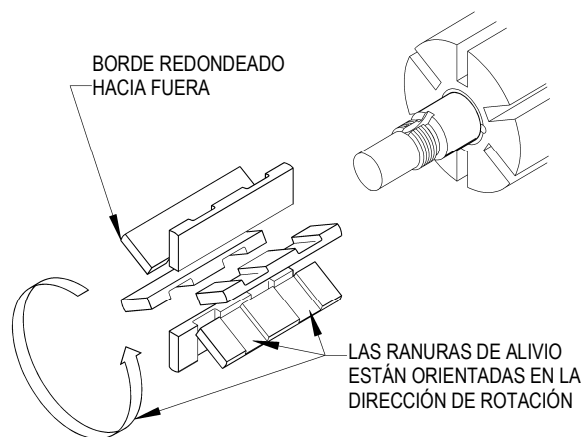
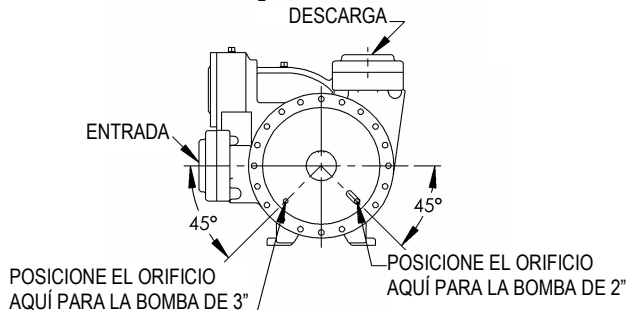

Figura 8 – Instalación de las paletas
Figura 9 - Ubicación de los orificios de alivio del disco
3. Gire el eje a mano hasta que una paleta (14) llegue a la posición superior (de las 12 horas) del rotor. Desmonte la paleta.
4. Instale una nueva paleta (14), asegurándose de que el borde redondeado quede HACIA ARRIBA, y que las ranuras de alivio queden orientadas hacia la dirección de rotación. Consulte la figura 8.
1. En modelos de bomba de 2 pulgadas, aplique grasa a la ranura de la llave del revestimiento en la carcasa de la bomba para sujetar la llave (74) en posición durante la instalación del revestimiento. Inserte la llave en la ranura antes de comenzar a colocar el revestimiento (41) en la carcasa de la bomba (12). En modelos de bomba de 3 pulgadas, instale la llave del revestimiento (74) en la ranura de la parte superior del revestimiento (41).
2. Alinee la llave del revestimiento (74) con la chaveta de la carcasa de la bomba y comience a insertar el revestimiento (41) en la carcasa (12) con las ranuras en el revestimiento hacia el puerto de ENTRADA y el patrón de orificios en el revestimiento hacia el puerto de DESCARGA. Golpee uniformemente el borde externo del revestimiento con un mazo de caucho para insertarlo completamente en la carcasa. NOTA: Si el revestimiento está instalado al revés, restringirá las aberturas de los puertos y producirá cavitación, ruido y pérdida de capacidad.
3. Coloque el disco (71) contra el revestimiento (41) con la cavidad del sello hacia fuera y el orificio de alivio del disco situado tal como se muestra en la figura 9.
4. Sin instalar la junta tórica del cabezal ni los componentes del sello mecánico, conecte temporalmente el cabezal externo (20) y el cojinete (24) a la carcasa (12). Instale y apriete manualmente dos tornillos prisioneros (21), separados 180 grados entre sí. Este cabezal se utilizará para sujetar y alinear el rotor y el eje (13) mientras al lado interno de la bomba está montado.
5. Retire las paletas (14) y las varillas de empuje (77) del conjunto de rotor y eje (13). Inspeccione en busca de desgaste y daños, y reemplace según se indica a continuación:
- a. Instale parcialmente el extremo no conducido del rotor y eje (13) en el lado abierto de la carcasa de la bomba (12). En ejes de extremo simple, verifique la dirección de la rotación antes de continuar.
- b. Deje parte del rotor fuera de la carcasa (12) de modo que las paletas inferiores (14) puedan instalarse y sujetarse en posición a medida que se instalan las varillas de empuje (77) en los orificios de las varillas de empuje del rotor. Inserte las nuevas paletas en las ranuras del rotor, con los bordes redondeados hacia fuera, y las ranuras de alivio orientadas HACIA la dirección de rotación. Consulte la figura 8.
- c. Después de haber instalado las paletas inferiores y las varillas de empuje, inserte el rotor y el eje (13) completamente en la carcasa (12).
- d. Instale las paletas restantes (14) en las posiciones superiores del rotor.
6. Instale el disco (71) del lado interno de la bomba con la cavidad del sello orientada hacia fuera y el orificio de alivio del disco situado tal como se muestra en la figura 9.